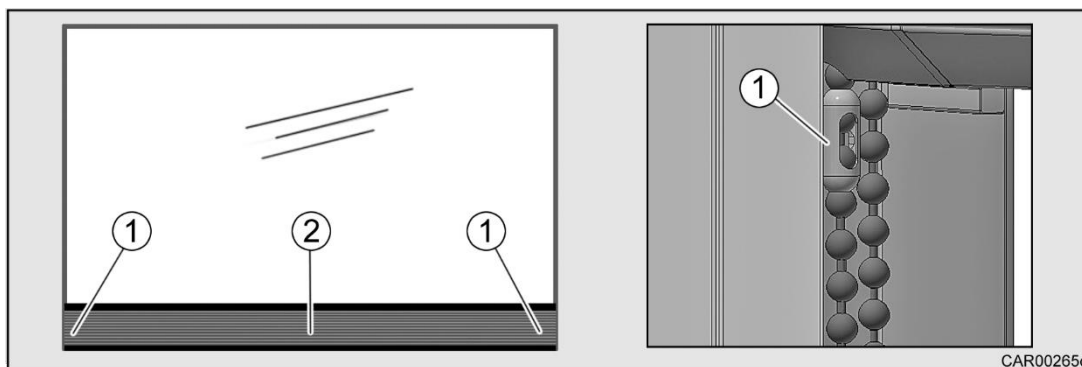

Fig. 225 Mode de secours
- Pour pouvoir verrouiller le verrou (Fig. 224/1), les cadenas à chaîne (Fig. 225/1) doivent se trouver à l'intérieur de la toile du store plissé (Fig. 225/2).